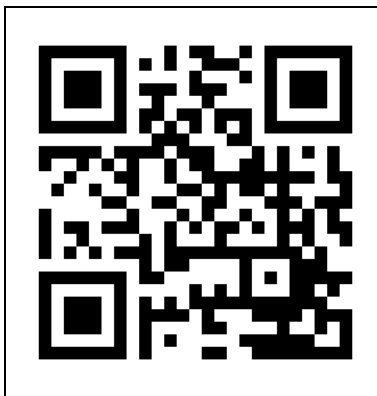

Figure 16
1. Ouvrez le manuel de l'application Eurom Smart avec le code QR (figure 16) ou allez sur [www.eurom.nl/nl/manuals](http://www.eurom.nl/nl/manuals).